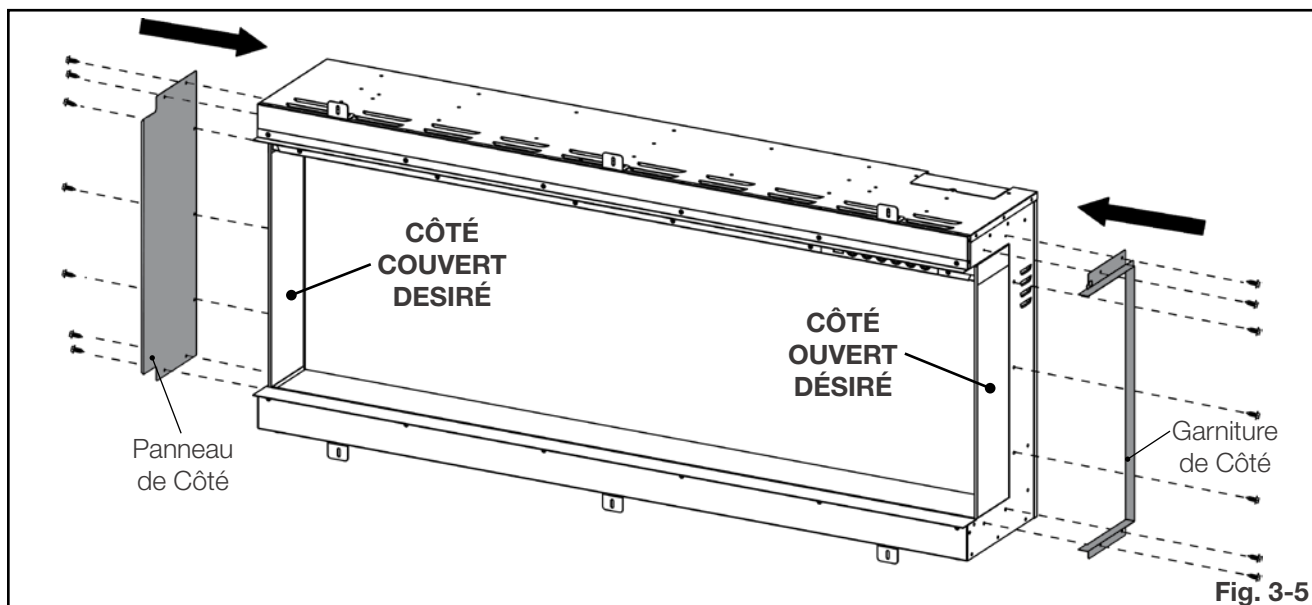

Fig. 3-5
1. Pour le côté ouvert désiré, ré-sécurisez la garniture de côté à l'aide des 7 vis précédemment enlevé (**Fig. 3-5**).
2. Pour le côté couvert désiré, ré-sécurisez le panneau de côté à l'aide des 7 vis précédemment enlevé (**Fig. 3-5**).